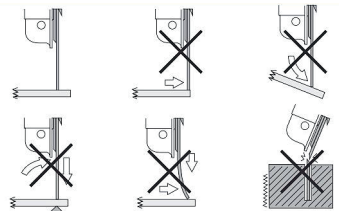

Figura 3
- Discos de corte devem ser utilizados num ângulo de 90° em relação à peça (Figura 3).